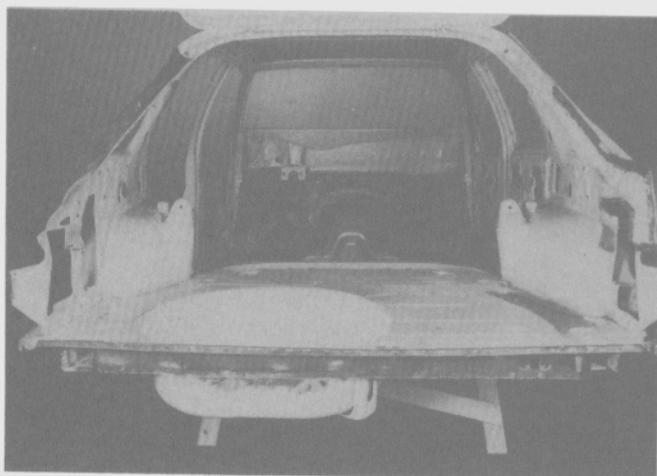

Fig. 275
- Pulir y alinear las pestañas (Fig. 275)